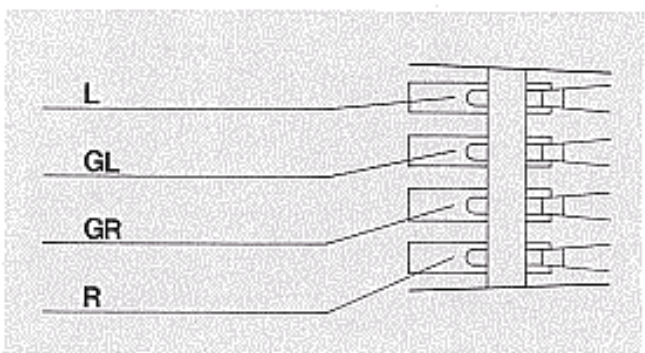

Fig. 15
3. Die Anschlüsse am Systemträger und Tonabnehmersystem sind gekennzeichnet (Fig. 15). Verbinden Sie die Anschlußlöcher des Systemträgers mit den entsprechenden und gleich gekennzeichneten Anschlußstiften des Tonabnehmersystems.
3. The connection inputs on the cartridge holder and on the cartridge are color coded. Connect the leads on the cartridge holder to the correspondingly coded connection pins of the cartridge (fig. 15).